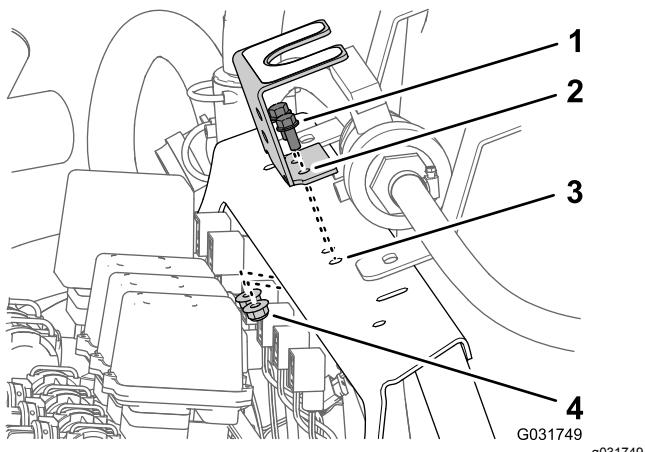

Bild 38
- 4. Entfernen Sie die zwei Bundkopfschrauben (5/16" x 3/4") und die zwei Sicherungsbundmuttern (3/8"), mit denen die Befestigungshalterung für das Kugelventil an der Verteilerbefestigung befestigt ist, und nehmen Sie die Halterung von der Befestigung ab (Bild 38).